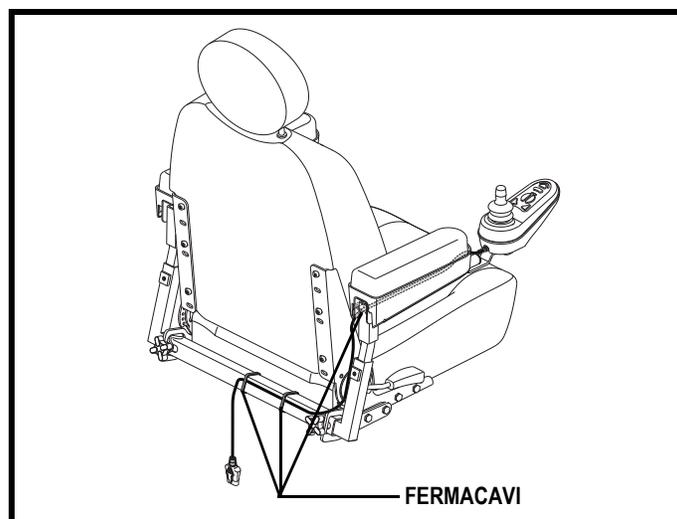

Figura 12. Collegamento della struttura della centralina
7. Fissare la struttura della centralina al ricevitore sul bracciolo con uno o più lacci. **Vedere la figura 12.**
17. Fissare la struttura della centralina con uno o più lacci appositi. **Vedere la figura 12.**
9. Fissare la struttura della centralina con uno o più lacci appositi. **Vedere la figura 12.**